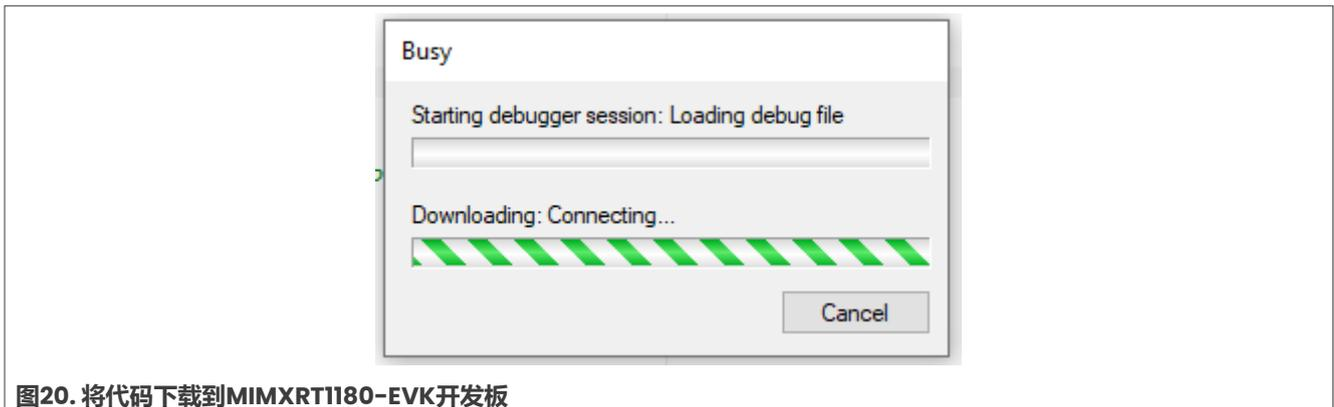

图20. 将代码下载到MIMXRT1180-EVK开发板
- 构建并编译SDK工程并将其下载到MIMXRT1180-EVK开发板，如图20所示。将MIMXRT1180-EVK EtherCAT端口0与EtherCAT主站连接。